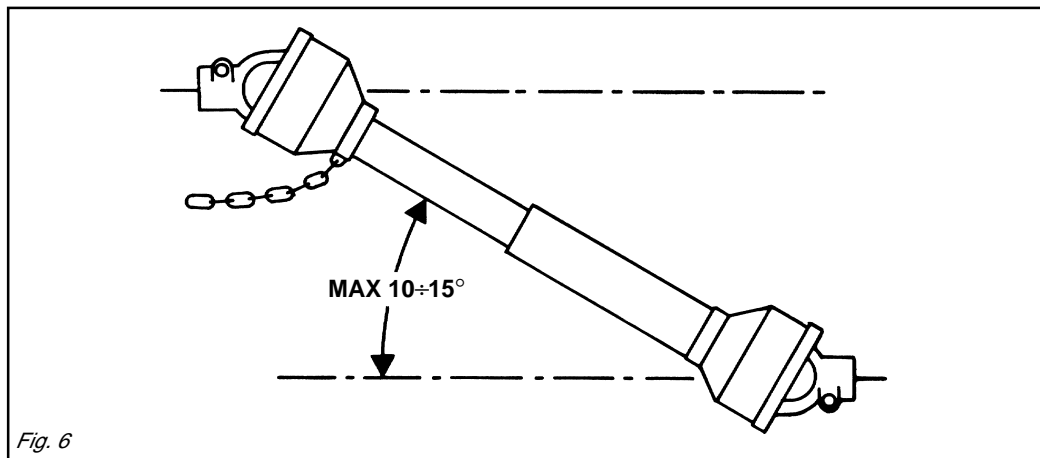

Fig. 6
- 39) Disinserire, sempre, la presa di forza quando l'albero cardanico fa un angolo troppo aperto (mai oltre i 10÷15 gradi - Fig. 6) e quando non viene usata.
- 39) Die Zapfwelle immer ausschalten, wenn die Gelenkwelle einen zu großen Winkel einnimmt (nie über 10÷15 Grad - Abb. 6) und wenn sie nicht gebraucht wird.
- 39) *Débrayez toujours la prise de force quand l'angle de l'arbre à cardans est trop ouvert (jamais plus de 10÷15 degrés Fig. 6) et lorsque vous ne devez pas l'utiliser.*
grees - Fig. 6) and when it is not in use.
superar los 10-15 grados - Fig. 6) y cuando no la usamos.